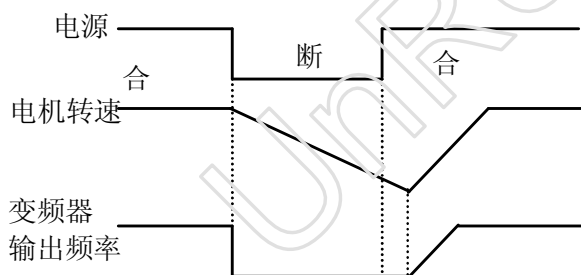

图 6-6 转速跟踪再起动示意图
- 2: 转速跟踪再起动. 起动过程当 H2.00=2 时, 对于瞬停后的供电恢复, 外部故障复位, 自由停车后的起动过程均有效. 如图 6-6 所示。